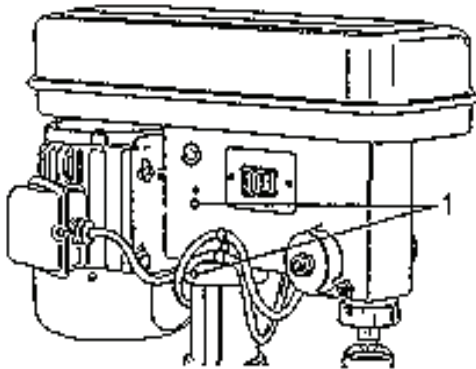

Fig. 9
2. La colonne entre dans le trou de montage de la perceuse. Contrôlez si le trou de montage se trouve régulièrement sur la colonne. Alignez la tête de la perceuse avec la table et avec la plaque de base et serrez le deux vis de réglage à l'aide de la clé hexagonale (Fig. 9).